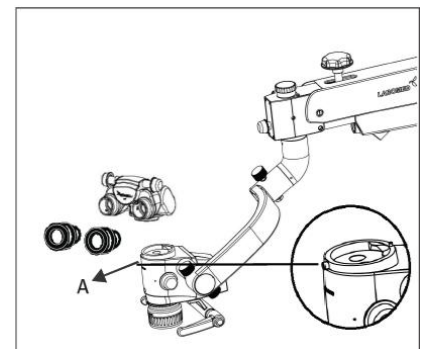

Abb. 40
- Nehmen Sie den Beobachtungskopf (wie bestellt) und die Okulare aus der Schachtel. Lösen Sie gemäß Abb. 40 die Feststellschraube „A“ mit einem 2-mm-Inbusschlüssel (mitgeliefert) und ziehen Sie den Beobachtungskopf vorsichtig in Position. Setzen Sie die Okulare in beide Okularrohre ein und stellen Sie beide Dioptrien auf Null.